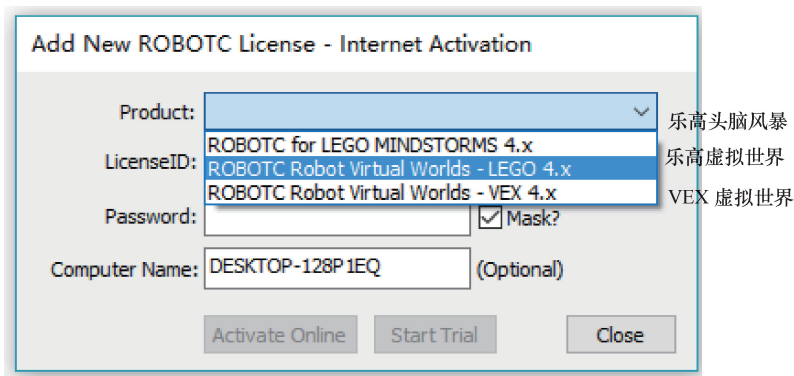

图 1-62
(2) 在新窗口中进行选择，有乐高头脑风暴、乐高虚拟世界和 VEX 虚拟世界三个选项，在这里选择乐高虚拟世界，如图 1-62 所示。